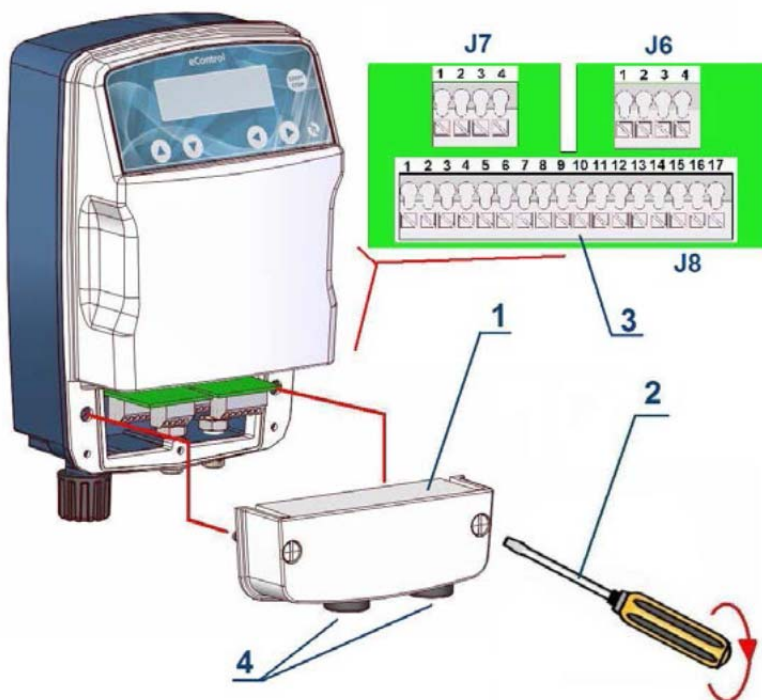

Рис. 4 – Клеммная колодка
Для подключения внешних устройств и аксессуаров снимите крышку клеммной колодки (1), действуя с помощью отвертки (2) с прямым шлицем (ширина шлица – не менее 5 мм.) и открутите фиксирующие винты (см. Рис. 4)